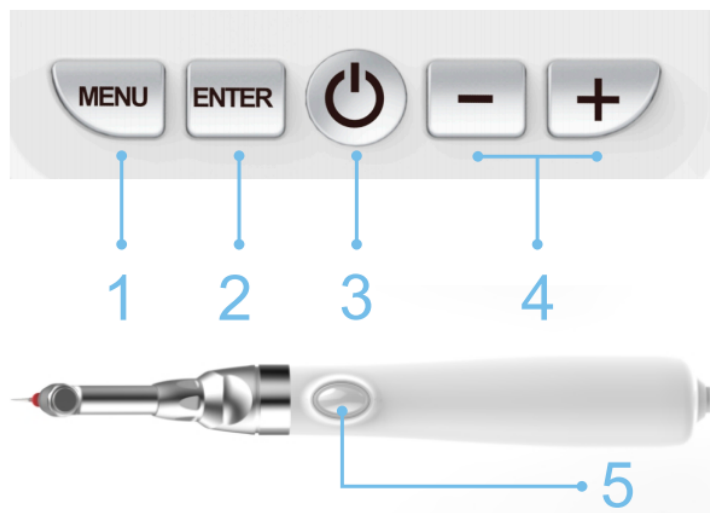
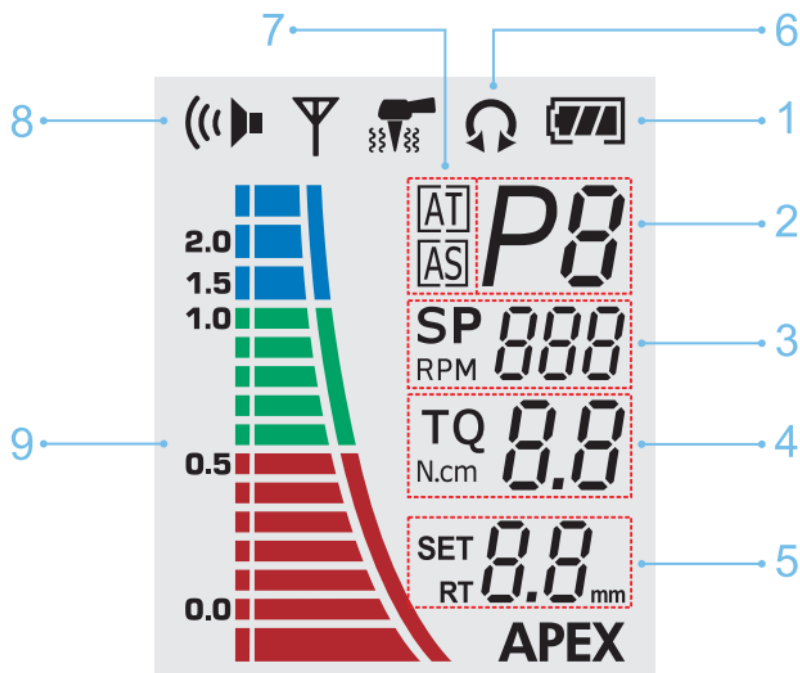

Рисунок 1 – Органы управления устройства
Рисунок 6 – Интерфейс отображения
(2), Рис. 6 – это выбор режима, нажмите кнопку выбора меню ((1), рис. 1), когда область (2), Рис. 6 начнет мигать, затем нажмите кнопку “+” “-” ((4), рис. 1), выберите нужный вам режим, нажмите кнопку ввода ((2), рис. 1), настройка этого режима завершена.
В режиме непрерывного вращения вперед скорость можно регулировать от 150 об/мин до 600 об/мин, нажмите кнопку выбора меню ((1), рис. 1), когда  двигатель начнет биться, затем нажмите кнопку “+” “-” ((4), рис. 1), выберите нужную скорость, наконец, нажмите кнопку ввода ((2), рис. 1) для завершения настройки.
Нажмите клавишу меню ((1), рис. 1), когда  двигатель начнет биться, затем нажмите кнопку “+” “-” ((4), рис. 1), выберите необходимый крутящий момент, наконец, нажмите клавишу кнопка ввода ((2), рис. 1), чтобы завершить настройку.